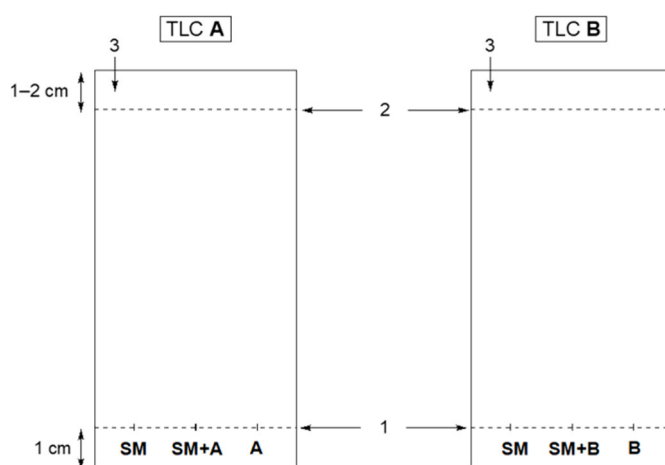

图5 TLC分析示意图
3. 准备一个用于分析产物A的TLC板(固定相: 涂在铝箔上的SiO2) (如图5左所示): 用铅笔和尺子, 在TLC板上约1厘米处轻轻画上起始线, 并标记3个点的位置, 分别写上为“SM”(原料, 对甲氧基苯乙酮)、“A”(产物A)、“SM+A”(SM和产物A的混合物的共点, 将两种溶液用毛细管点在同一个位置处)。在TLC板的左上角, 写下你的参赛号。
4. 用同样方法准备另一个TLC板, 用于分析产物B (如图5右所示)。
5. 根据刚刚完成的标记, 使用毛细管在起始线上对两个TLC板进行滴加分析样品的溶液(图5)。每个样品均需使用不同的毛细管。等待溶剂挥发, 样品点变干。
8. 在图5所示的模板上, 将TLC板在紫外灯下观察到的样品点照样画出, 并按照这些结果回答答题纸中与TLC相关的问题。